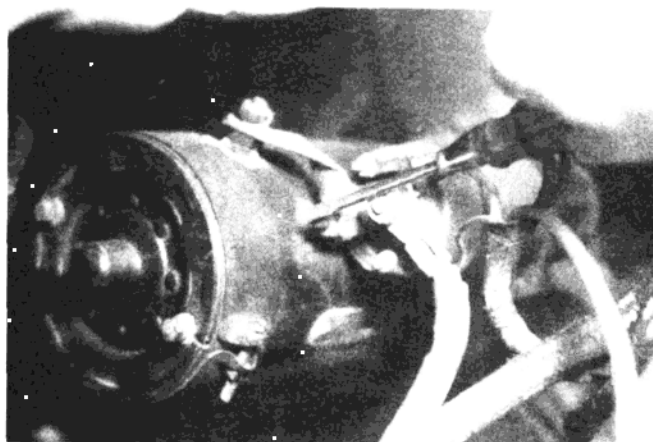
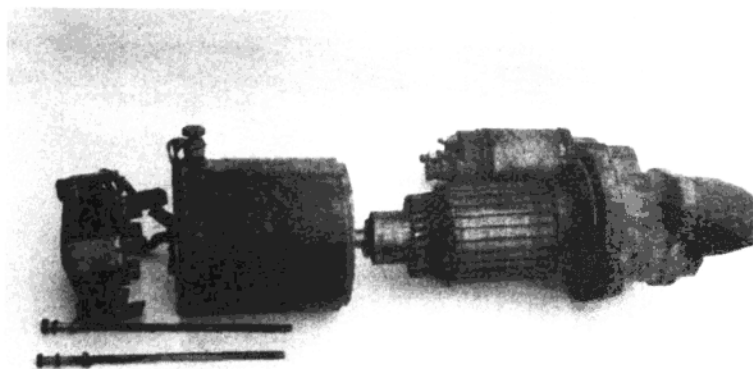

图 1-1-12 连接起动机火线与开关接柱
图 1-1-13 分解检查起动机
(1) 此种情况下, 可用起子搭接起动机火线接柱与开关接柱作试验, 如图 1-1-12 所示。这时, 起动机若不转, 说明起动机内部有故障, 应分解起动机, 如图 1-1-13, 检查各部机件技术状况, 查找故障部位。